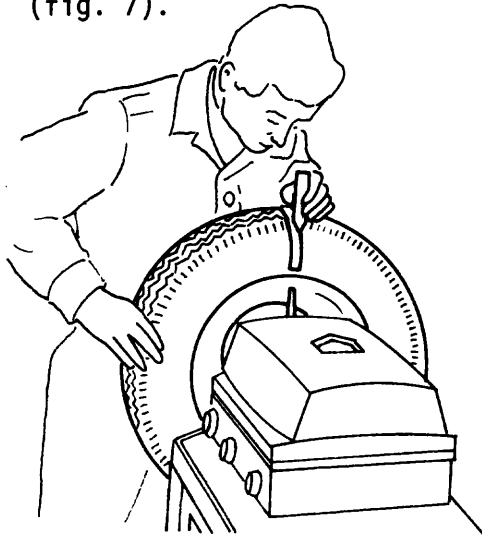

Fig. 6
- ___ b Haga una marca con tiza en el neumático donde señale el indicador (fig. 6).